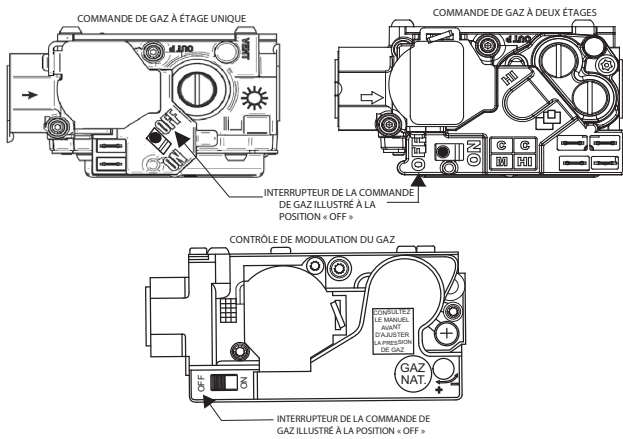

Fig. 11 - Contacteur de commande à la position OFF (arrêt)
5. Mettre le contacteur de la commande des gaz à la position OFF (arrêt) et patienter 5 minutes. Voir Fig. 11. Sentir ensuite s'il y a du gaz, y compris au niveau du sol. Si une odeur de gaz est détectée, ARRÊTER! Suivre l'étape B sur l'étiquette de la chaudière. Si aucune odeur de gaz n'est détectée, passer à l'étape suivante.